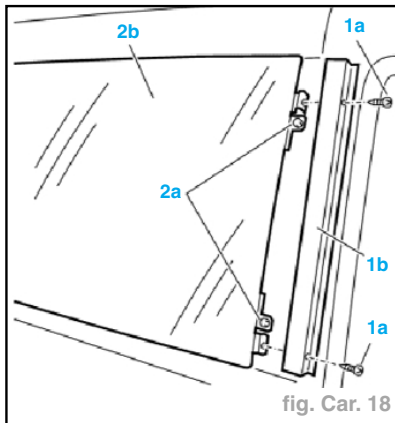

fig. Car. 18
- Dévisser les vis de fixation (2a) et déposer la vitre latérale. (fig. Car. 18).